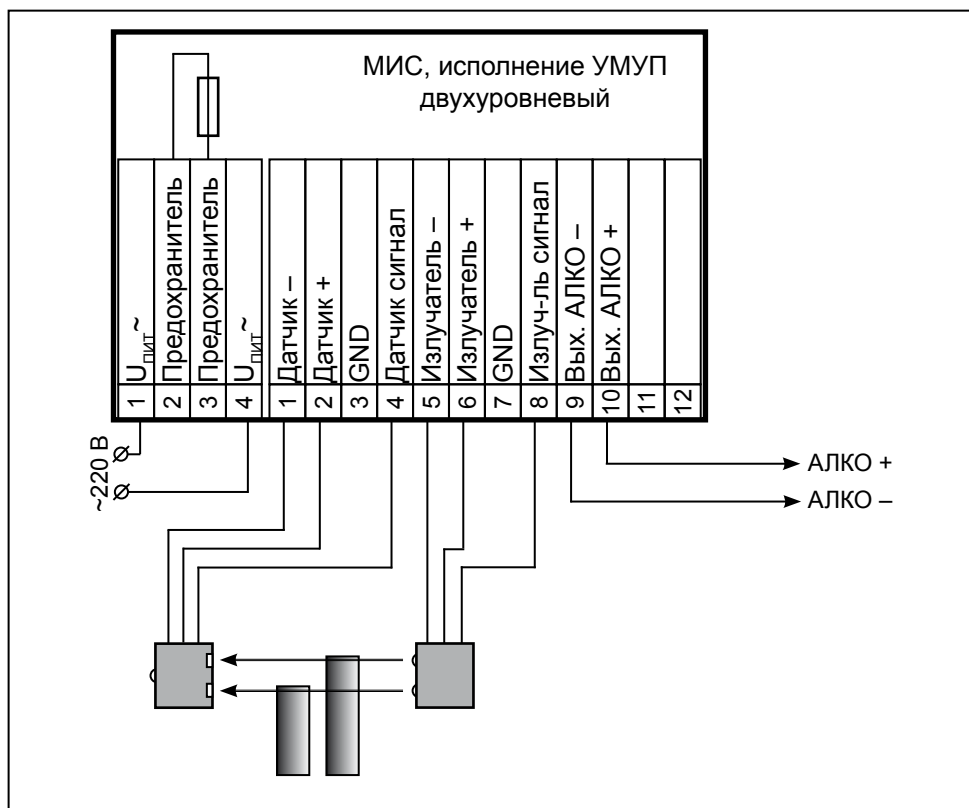

Рисунок 2. Счётчик МИС, исполнение УМУП двухуровневый. Схема подключения
6.2 Если счётчик используется в составе системы учёта алкогольной продукции АЛКО, подключить выходы «АЛКО –» и «АЛКО +» кабелем на клеммной колодке рисунок 2.
6.3 Подключить кабель питания на клеммной колодке рисунок 2.